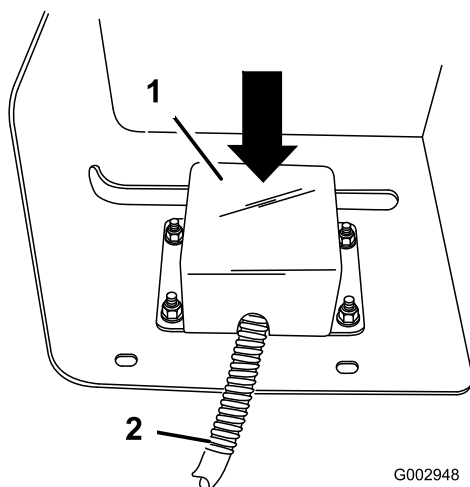

Figure 54
16. Placez le couvercle sur les interrupteurs et les fils (Figure 54) et fixez-le en position avec 4 boulons à embase (1/4 x 3/4") et 4 écrous à embase (1/4 pouce).